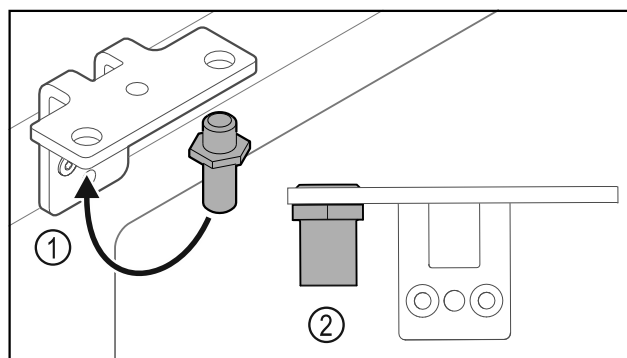

Fig. 37
- ▶ Sworznie Fig. 37 (1) przełożyć do zawiasu.
- ▶ Sworznie Fig. 37 (2) dokręcić z **momentem obrotowym 12 Nm**.